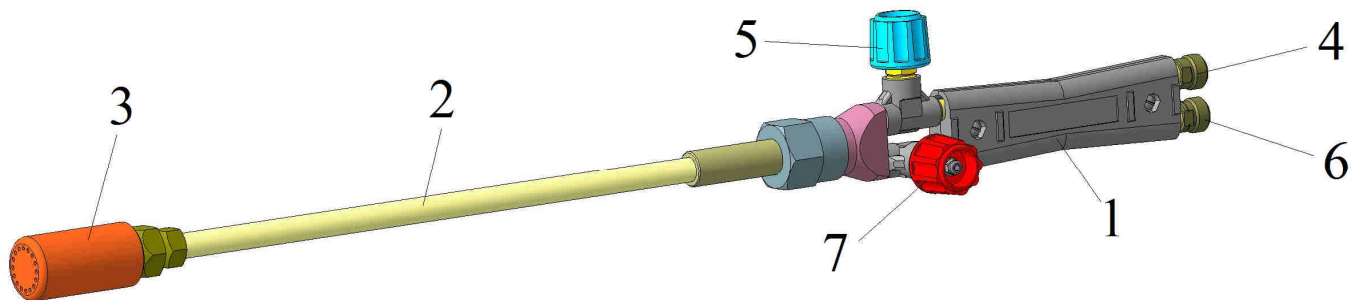

Рис.1. Горелка ГЗУ
4.1 Внешний вид и состав горелок ГЗУ см. Рис.1, 2